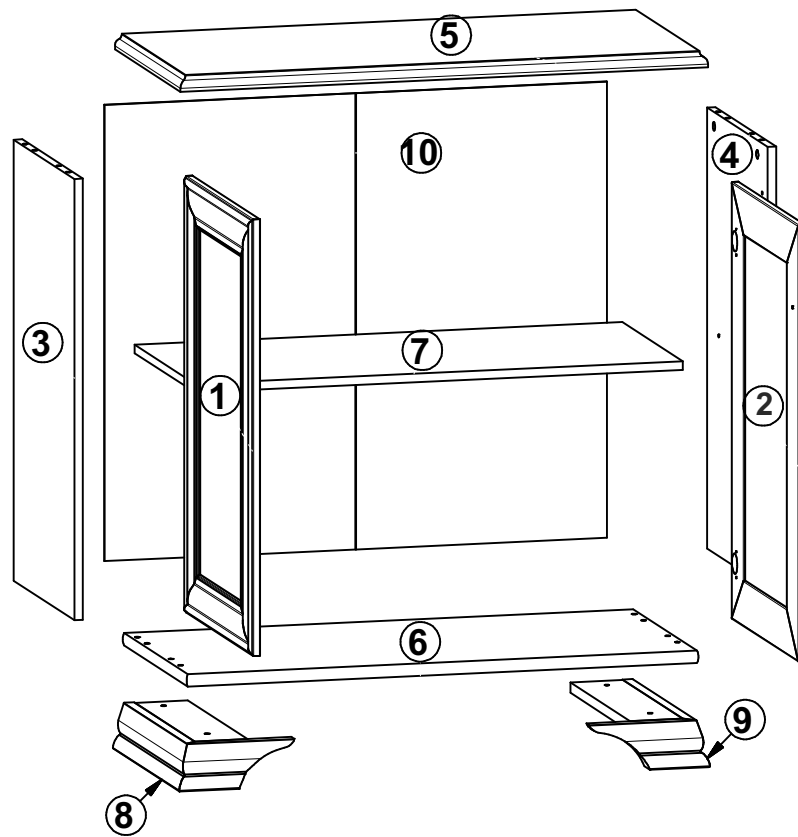

Рисунок 2
2. В отверстия  $\varnothing 8$  мм на верхних и нижних кромках стенок боковых **3, 4** вбить деревянные шканты **f1** (см. рис. 2).
5. В местах кернения на внутренних поверхностях стенок боковых **3, 4** прикрутить еврошурупам **e2** ответные планки петель **b19**, в отверстия  $\varnothing 5$  мм вбить полкодержатели **d1** (см. рис. 2).